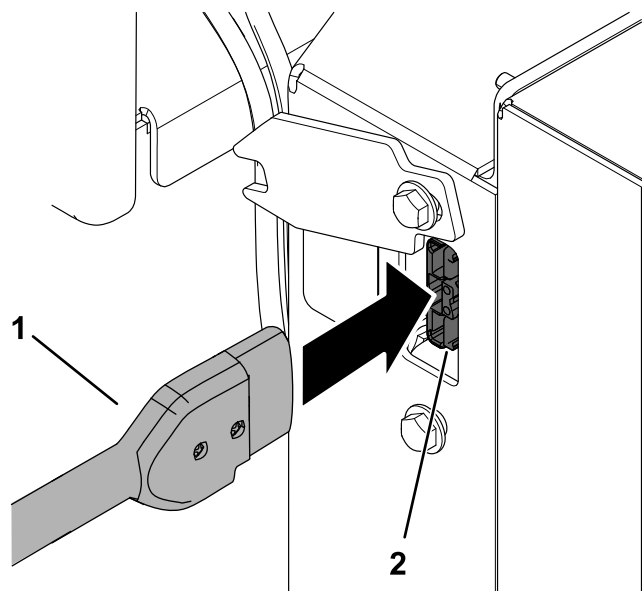

**Figura 23**
6. Fate scorrere verso l'alto la protezione del caricabatteria e ruotatela in una posizione che non sia d'ostacolo (Figura 23)
10. Ruotate la protezione del caricabatteria in sede e fatela scorrere verso il basso sopra il bullone inferiore (Figura 23).